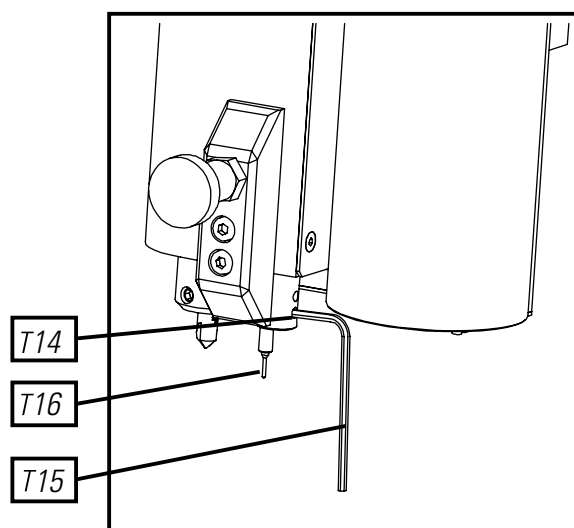

FIG. 25
- 3) Desenroscar el prisionero (T14) con una llave de 2mm (T15) y sacar el palpador 1P (T16). (Fig.25)